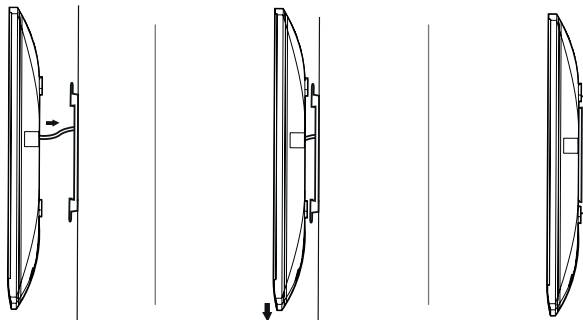

Fig. 7
11	Conectores de monitor(es), cerradero eléctrico y motorización de cancela (para más información ver Fig. 7)
- **Fig. 7:** 1 familia - 1 monitor